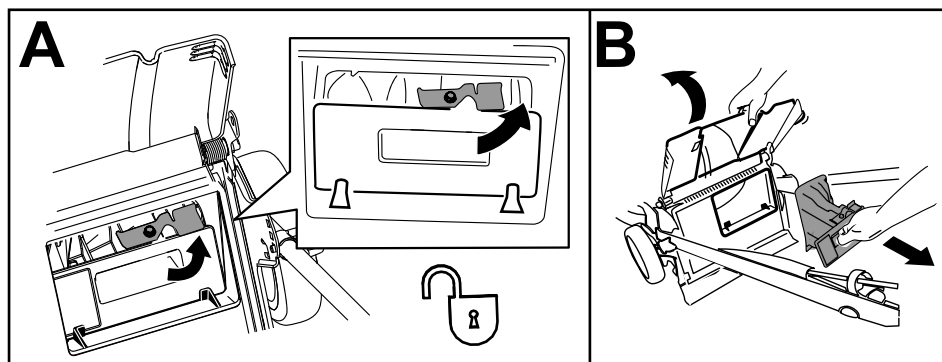

Bild 27
2. Entriegeln Sie die Heckauswurfklappe (A in Bild 27).
3. Ziehen Sie die Heckauswurfklappe heraus (B in Bild 27).